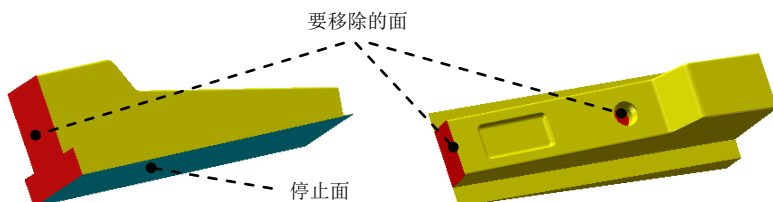

图 16.5.22 成形工具 3
Step13. 创建图 16.5.22 所示的零件特征——成形工具 3。
(1) 选择命令。选择下拉菜单 **插入(I)** → **钣金(B)** →  **成形工具** 命令。
(2) 定义成形工具属性。
① 定义停止面。激活“成形工具”对话框的 **停止面** 区域，选取图 16.5.22 所示的模型表面为成形工具的停止面。
② 定义移除面。激活“成形工具”对话框的 **要移除的面** 区域，选取图 16.5.22 所示的模型表面为成形工具的移除面。
(3) 单击按钮，完成成形工具 3 的创建。